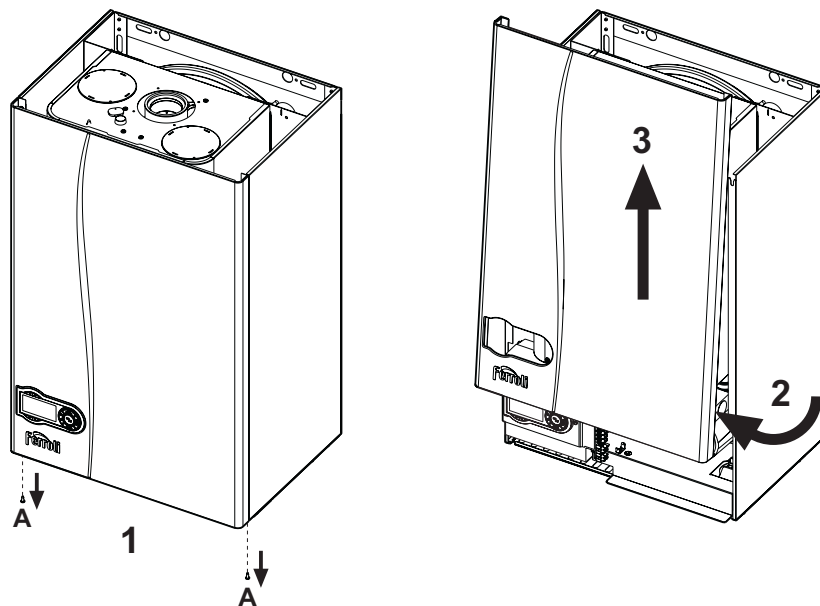

fig. 29 - Apertura mantello
1. Svitare le viti A (vedi fig. 29).
2. Ruotare il mantello (vedi fig. 29).